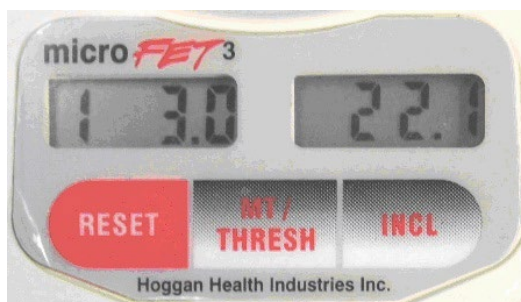

Figura 7. Ejemplo de resultados guardados de la prueba muscular
- El dispositivo mostrará el número de prueba y las duraciones en segundos en la pantalla izquierda, y la fuerza máxima en la pantalla derecha (consulte la Figura 7).